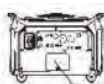

Figura 1
**3.2 AGGIUNTA DI OLIO MOTORE** Il generatore è stato spedito senza olio motore. **NON** aggiungere carburante e non avviare il motore prima di aggiungere olio di motore. **PER AGGIUNGERE OLIO DI MOTORE, DOVETE RIMUOVERE IL PANNELLO LATERALE DELL'UNITÀ** (Figura 1). Utilizzare un cacciavite n. 2 per svitare le vite e rimuovere il pannello laterale